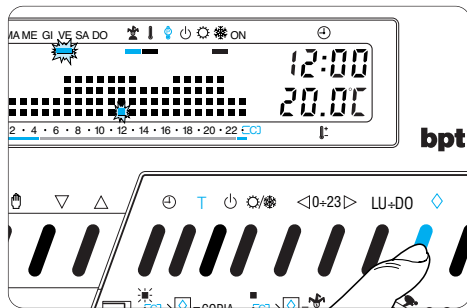

Fig. 44
11.7 - Premere il pulsante \diamond (fig. 44).